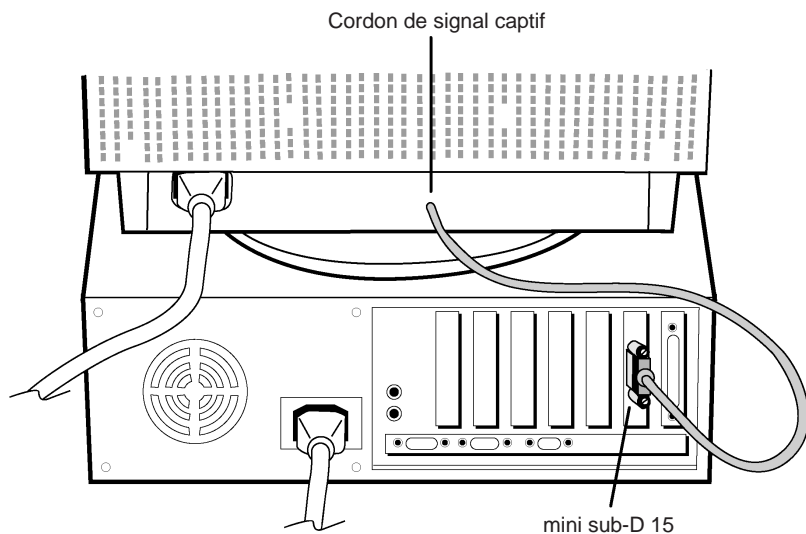

Figure A.1
3. **Sur PC:** Connectez la mini sub-D 15 broches du câble vidéo à la carte vidéo de votre système (Figure A.1). Bloquez les vis de fixations.